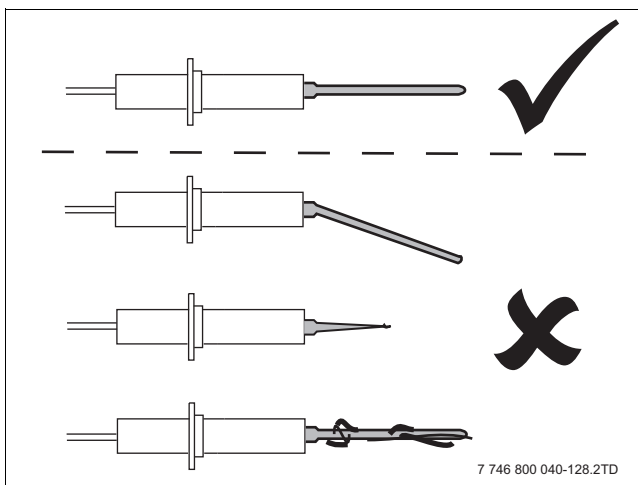
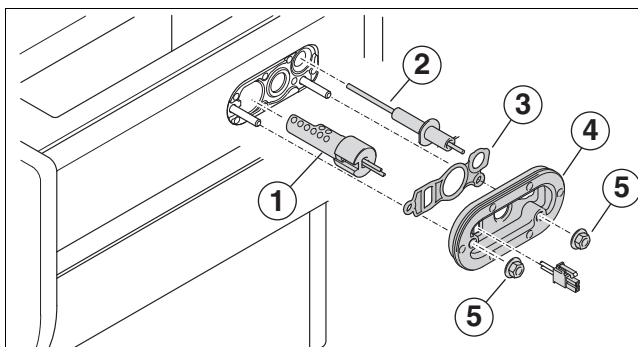

Bild 92 Überwachungselektrode prüfen
Bild 93 Zündeinrichtung ersetzen
- Alle 4 Jahre die Gummi-Dichtung (→ Bild 93, [3]) und die Abdeckplatte mit Dichtung (→ Bild 93, [4]) ersetzen.
- Separate Teile der Zündeinrichtung (→ Bild 93) auf Verschleiß, Beschädigung oder Verschmutzung prüfen (→ Bild 92).